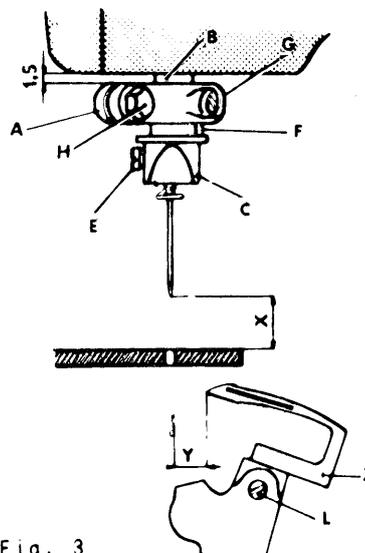

Fig. 3
- S.1651.00 per esecuzione quote come da fig. 3
3. Posizionamento dell'ago (fig. 3)
- Inserire fino in fondo il crochet Z nell'apposita sede e bloccarlo sul piano del gambo con la vite L. (fig. 3).
Nota: tale quota e' da ritenersi indicativa e puo' essere suscettibile di successive modifiche. La corsa lineare del crochet deve risultare di mm. 20,5 (fig. 3).
- Ricercare la misura Y (tabella fasature) dalla punta del crochet all'ago (fig. 3).
- Allentare i controdadi A e C (fig. 7) e ruotare il perno B in un senso o nell'altro fino ad ottenere la misura Y (fig. 3) (calibro S. 1651.00)
5. Montaggio salva asola sul crochet inferiore (fig. 3)